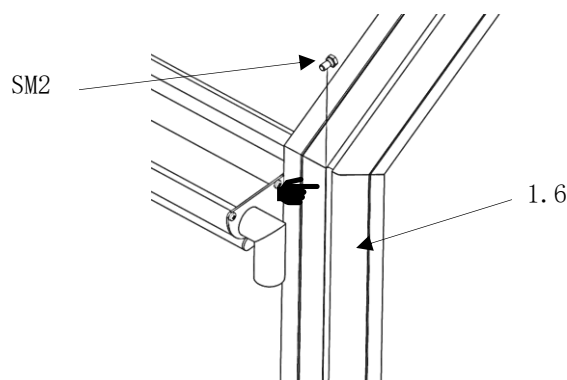

Abb. 126
- die Köpfe der Sechskantschrauben (**Pos. SM2**) werden von oben in die Nuten der Randprofile (**Pos. 1.6**) am Rückwandgiebel eingeführt (Abb.126)